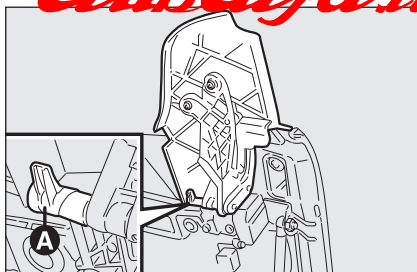

fig. 71
- ☐ ripiegare i flaps ruotando la levetta **A-fig. 71** sul perno fino al punto morto;